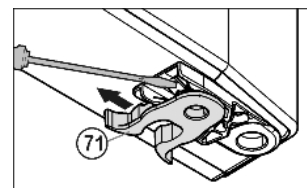

Fig. 16
- переставить пружинный зажим Fig. 16 (71): Нажать вниз язычок защелки, снять с него пружинный зажим.